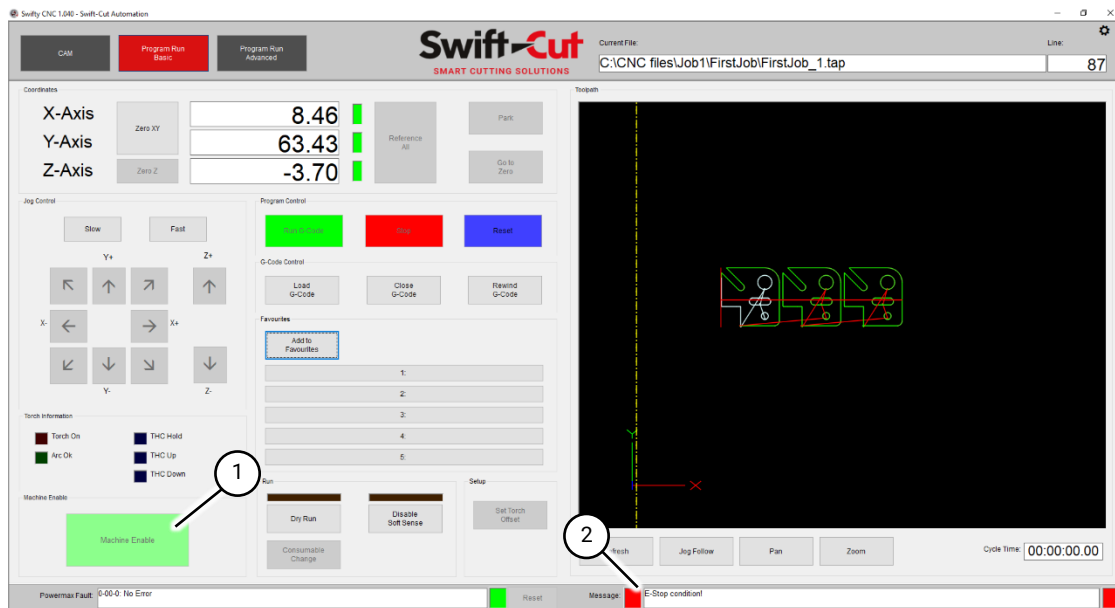

Fig 69 Condition d'arrêt d'urgence
- 1.2 Appuyez sur le bouton Machine Enable (Fig 69 (1)) sur les écrans Exécution de Programme de Base ou Exécution de Programme Avancé. La Fig 69 montre l'écran Exécution de Programme de Base avec une "E-Stop condition!" dans le champ Message en bas de l'écran (Fig 69 (2)).